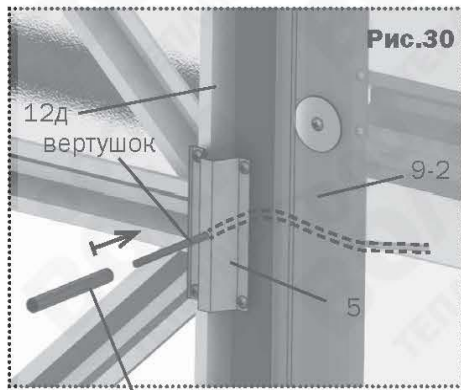
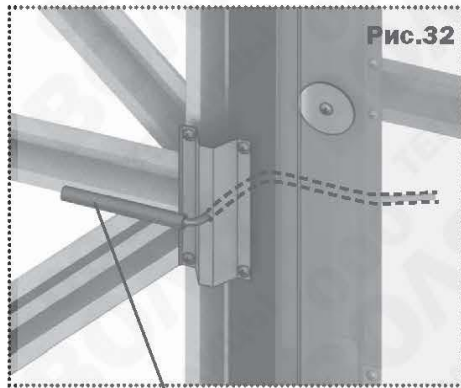
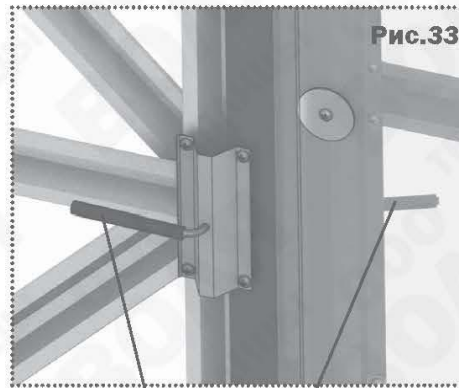

Рис.30
Рис.32
Рис.33
10. Проволочный вертушок для запирания дверей вставляется (до упора) прямым концом с внутренней стороны в свободные отверстия двери через детали **12** и **5** (рис. 30). Вертушок загнутой частью должен упираться в деталь **9-2**. В этом состоянии с помощью трубки выполняется загиб прямолинейной части рукой в противоположную сторону (рис. 32). Установить на вертушок эластичные насадки (рис. 33). Такая конструкция вертушка позволяет упруго прижимать двери в закрытом состоянии, находясь как снаружи так и внутри теплицы.